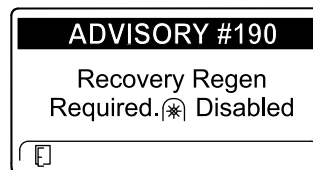

Рисунок 58
- Требуется восстановительная регенерация – вал отбора мощности выключен, ИНФОРМАЦИОННОЕ СООБЩЕНИЕ № 190 (Рисунок 58)